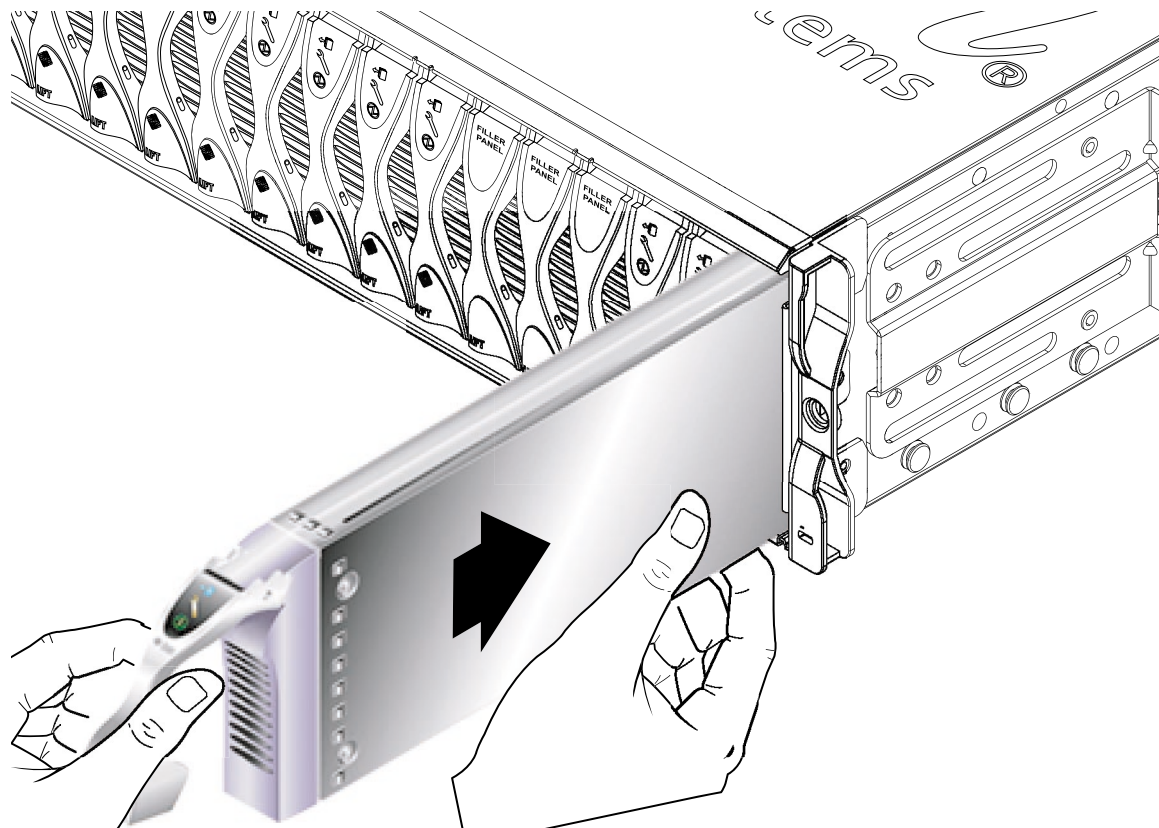

図 12-5 ブレードの位置合わせと挿入
ブレードのコネクタがシステムシャーシに向いていて、レバーのヒンジ部分が上になっていることを確認します。もう一方の手でブレードの底部を支えながら、システムシャーシとブレードの位置を合わせます (図 12-5)。
4. 選択したシステムシャーシのスロットにブレードを挿入します (図 12-5)。